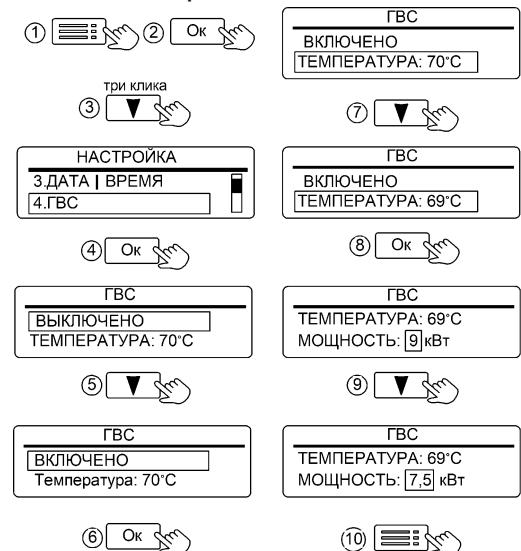
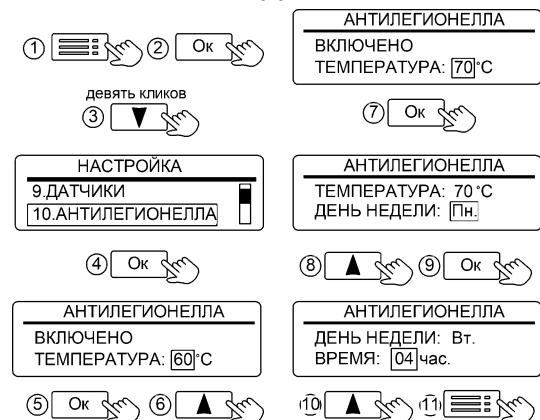

Рисунок 12. Настройка режима «ГВС»
Рисунок 14. Настройка времени включения режима «АНТИЛЕГИОНЭЛЛА»
Активация режима «ГВС» и настройка температуры горячей воды показана на рис. 12. Начальная заводская настройка температуры горячей
В любой воде существует возможность развития бактерий легионеллы. Чтобы исключить риск заражения водой, получаемой из косвенного водонагревателя, прибор имеет режим «АНТИЛЕГИОНЭЛЛА». Режим автоматически активируется при подключении NTC-датчика температуры к плате контроллера и включения режима «ГВС» (см. рис. 12). При отключении NTC-датчика – режим деактивируется и меню «АНТИЛЕГИОНЭЛЛА» (см. рис. 14) не доступно для Пользователя.
Заводская настройка времени включения нагрева – Понедельник, 03:00. Имеется возможность изменения времени включения (см. рис.14).
11.1.4 «4.ГВС» - установка состояния режима «ВКЛЮЧЕНО / ВЫКЛЮЧЕНО». Индикация «ВКЛЮЧЕНО» означает разрешение на работу режима ГВС. Индикация «ВЫКЛЮЧЕНО» запрещает работу режима «ГВС» (см. рис. 12).